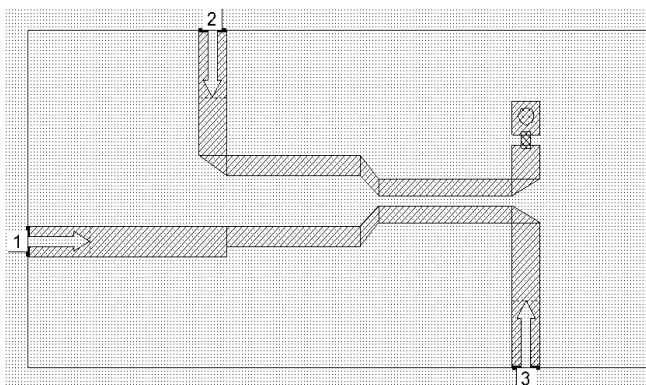
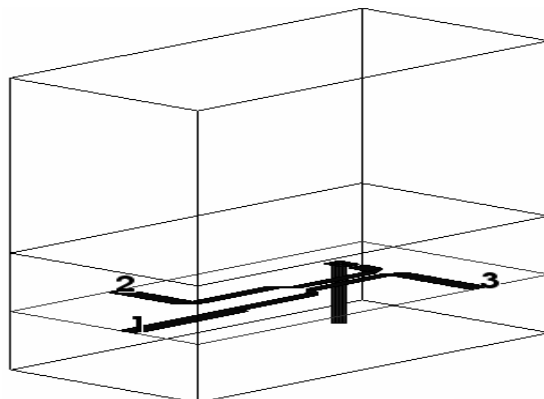

Рис. 5.94
Рис. 5.95
20. Щёлкните мышкой по входному горизонтальному проводнику, чтобы выделить его. Щёлкните мышкой по значку **Edge Port** на панели инструментов, установите порт на входе ответвителя и сдвиньте его референсную плоскость на **1** мм вглубь структуры. Аналогично установите порты на выходные проводники, как показано на рис. 5.94.
Щёлкните правой кнопкой мышки по значку **New Schematic 3D View**, чтобы просмотреть 3-х мерное изображение и убедиться, что топология создана правильно (рис. 5.95). Если некоторые проводники окажутся не на третьем слое, выделите их в электромагнитной структуре рис. 5.94, щёлкните правой кнопкой мышки, выберите **Shape Properties** и в поле **EM Layer** введите **3**.